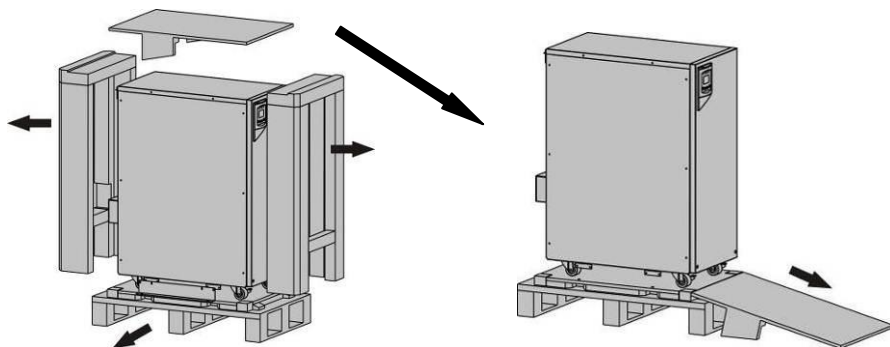

Figura 3: Imballaggio interno
3. Rimuovere le parti in polistirolo e la rampa. Prelevare gli accessori (vedi Figura 3 a sinistra).